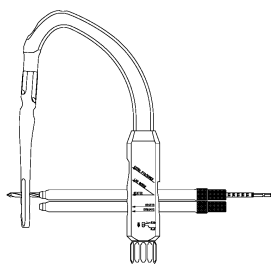

図8
- 7) ターゲットデバイスにディスタルスクリュー用ドリルスリーブを組み付けたディスタルスクリュー用スリーブを装着し、ディスタルスクリュー用ドリル (L) を通し、ネールのディスタルスクリューホールに干渉しないことをチェックします。 (図8)